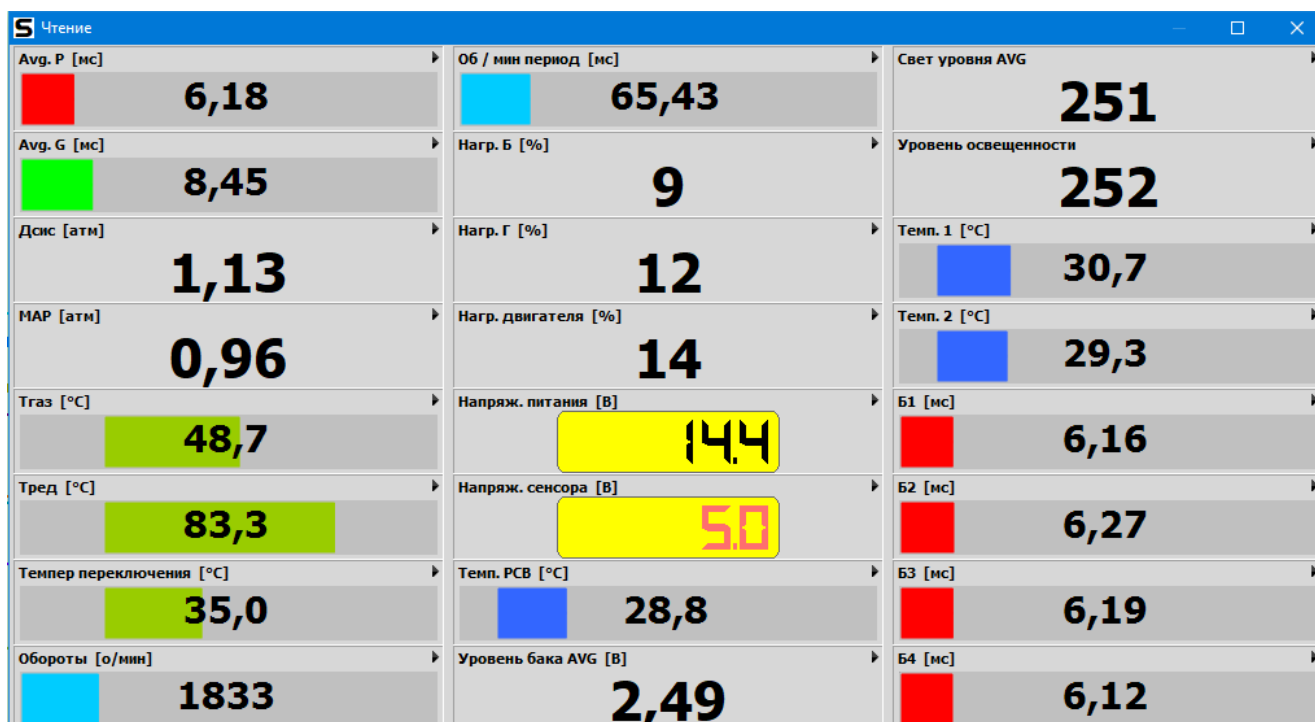

Рис. 2.140 Большое окно показаний приборов
- **Большое окно чтения (Рис. 2.140)** – содержит от 4 до 24 выбранных параметров, вы можете вызвать их, нажав на синюю иконку часов, расположенную в правой части ленты, или нажав комбинацию клавиш Ctrl+F4.